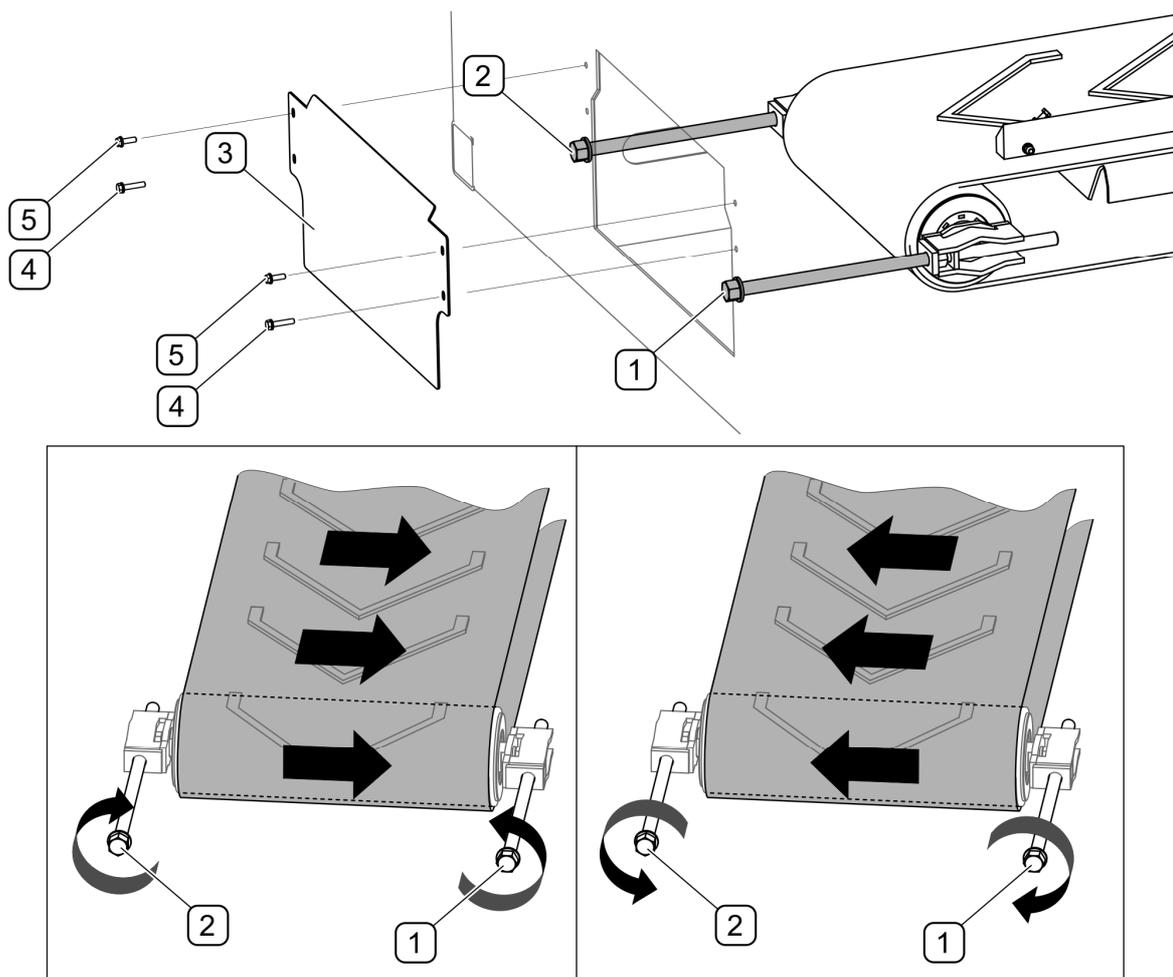

ABBILDUNG 5.9 Einstellen der Spannschrauben
Vor Beginn der Einstellung des Bandes (ABBILDUNG 5.9) müssen die Schrauben (4) und (5) herausgeschraubt und die Abdeckung (3) entfernt werden. Den Motor der Streumaschine einschalten. Auf dem Steuerpult im Menü „Zähler“ die Funktion „Entladen“ einschalten. Eine ausführliche Beschreibung befindet sich in Kapitel 4.8 *ENTLADEN*.
Das Band wird bei laufendem Förderband mithilfe der Spannschrauben (1) und (2) eingestellt, die sich an der Vorderwand des Behälters befinden (ABBILDUNG 5.9). Je nachdem in welche Richtung das Band verschoben ist (ABBILDUNG 5.9), müssen die Schrauben (1) und (2) in die entsprechende Richtung gedreht werden. Nach jeder Umdrehung der Schrauben einen Moment warten und die Auswirkung der Einstellung prüfen. Den Vorgang wiederholen, bis das Band in der Mitte der Rollen läuft.
Das Band kann bei ausgeschaltetem Förderbandantrieb gespannt werden. Zum Spannen des Bandes dienen die Schrauben (1) und (2), die sich an der Vorderwand des Behälters befinden (ABBILDUNG 5.9). Die Schrauben (1) und (2) im Uhrzeigersinn drehen. Um zu vermeiden, dass das Band auf eine Seite der Rollen wandert, müssen beide Schrauben um den gleichen Betrag gedreht werden.